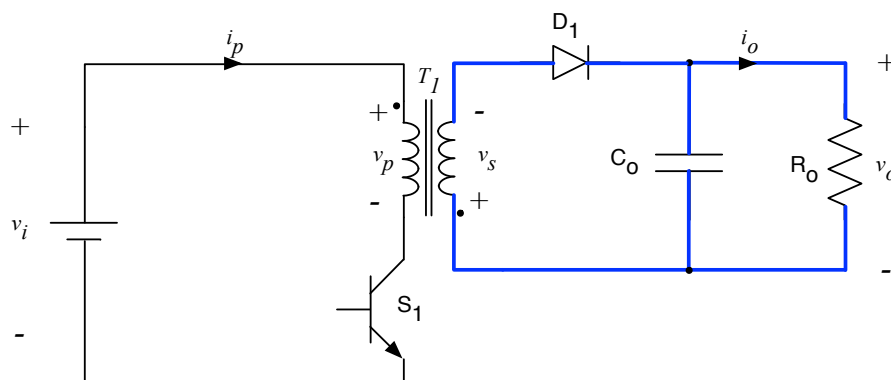

Figura 24 – Segunda etapa de operação do conversor Flyback.
- Segunda etapa ($D \cdot T_s$ até $T_{T1=0}$) - o interruptor S_1 está bloqueado, isto é, aberto e o diodo D_1 está conduzindo. A tensão no secundário é igual a tensão de saída v_o . A corrente no secundário do transformador decresce, ou seja, a energia armazenada no mesmo é transferida para a saída (C_o e R_o). Esta etapa é mostrada na Figura 24;